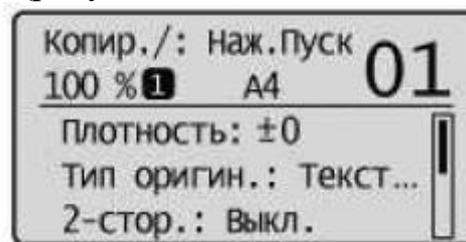

Рисунок 29.9 – Экран режима копирования
4. Удерживайте кнопку COPY/SCAN до тех пор, пока не отобразится экран режима копирования (рисунок 29.9).